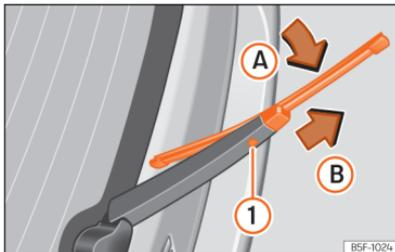

Abb. 221 Scheibenwischerblatt der Heckscheibe auswechseln.
- Das Wischerblatt leicht drehen »» (Abb. 221) (Pfeil A).